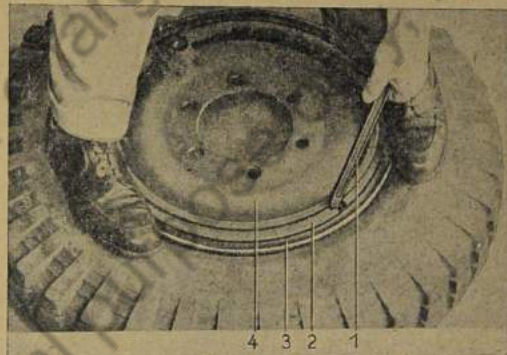

Bild 833: Felgenring herunterdrücken
5. Felgenring (833/3) mit Füßen (Bild 833) niedertreten (wenn eingerostet, mit leichten Hammerschlägen lösen).